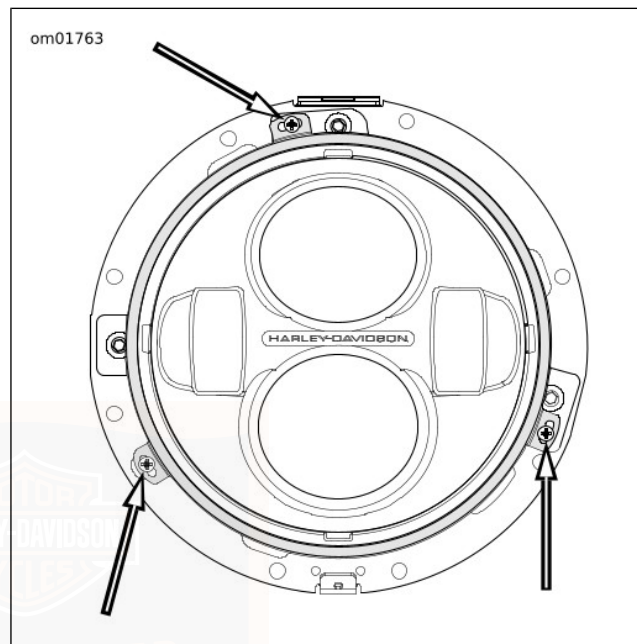

Abbildung 64. Scheinwerfer-Sicherungs-schrauben
3. Siehe Abbildung 64. Die Schrauben entfernen, mit denen der Sicherungsring befestigt ist.